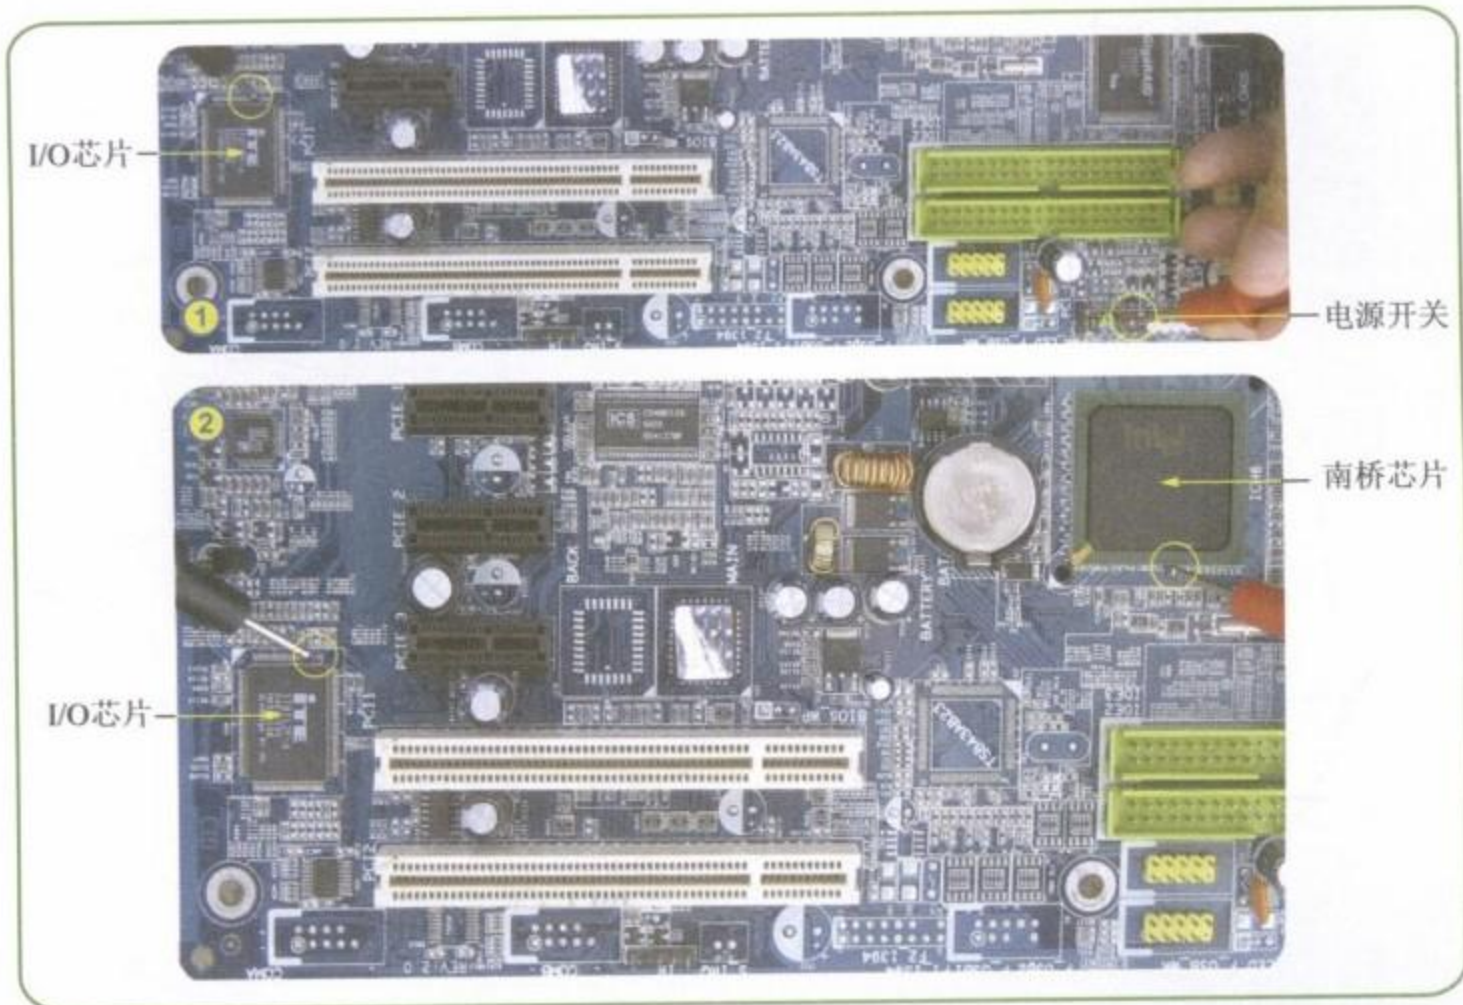

图7-24 测量通过I/O芯片的开机键信号线路
Step 01 将万用表调到“蜂鸣”挡，测量从电源开关第1脚到I/O芯片，又从I/O芯片到南桥，如图7-24所示。